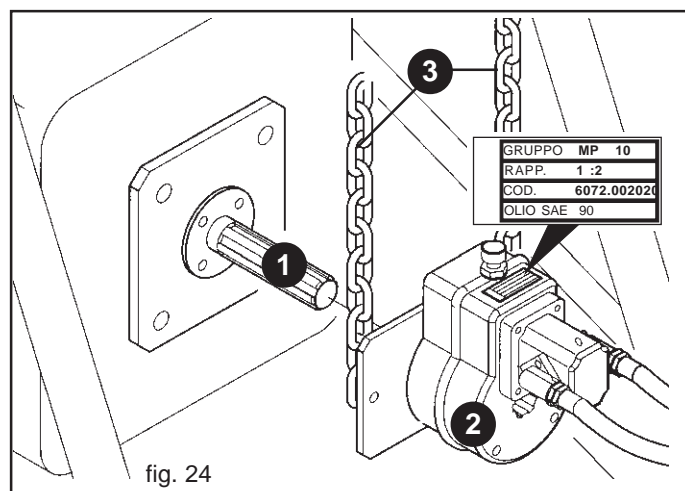

fig. 24
A motore spento e trattore bloccato, collegare correttamente tutti gli innesti rapidi. Pulire ed ingrassare la presa di forza del trattore (1, Fig. 24). Innestare il moltiplicatore (2) nella presa di forza dell'attrezzatura come in Figura 24. Verificare il corretto accoppiamento, bloccare la rotazione del moltiplicatore con le catene in dotazione (3) agganciandole ad una parte fissa del trattore.